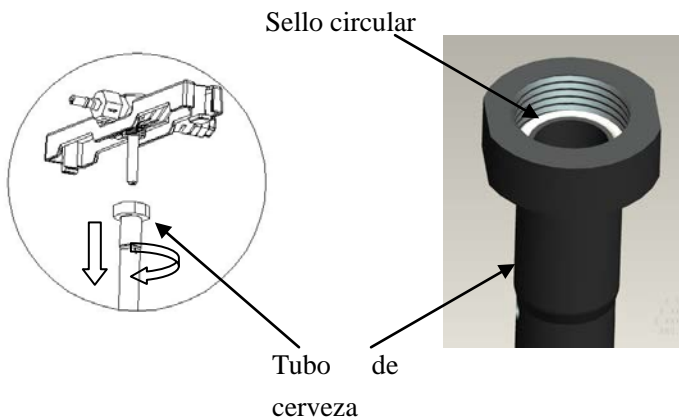

Figura 34
C. Vuelva a colocar el círculo sello del tubo de cerveza (como muestra la figura 34)